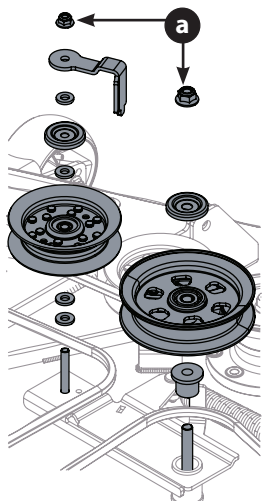

Figura 56
4. Extraiga las dos poleas locas quitando las tuercas de seguridad con reborde que están arriba de los conjuntos, y luego quitando los conjuntos del brazo secundario libre (Figura 56).